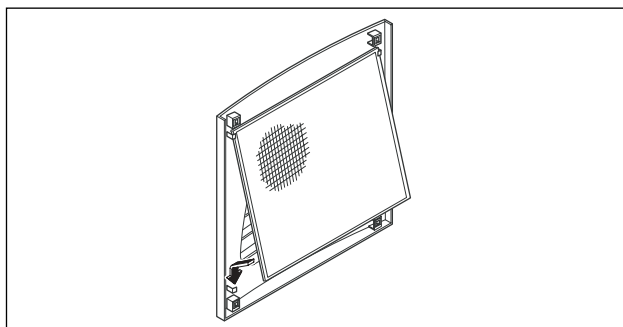

Fig. 34 : Installer la cartouche filtrante
- Poser la cartouche filtrante dans la grille à lamelles (voir fig. 34) et remettre la en place en exerçant une simple pression sur les clips de fixation.